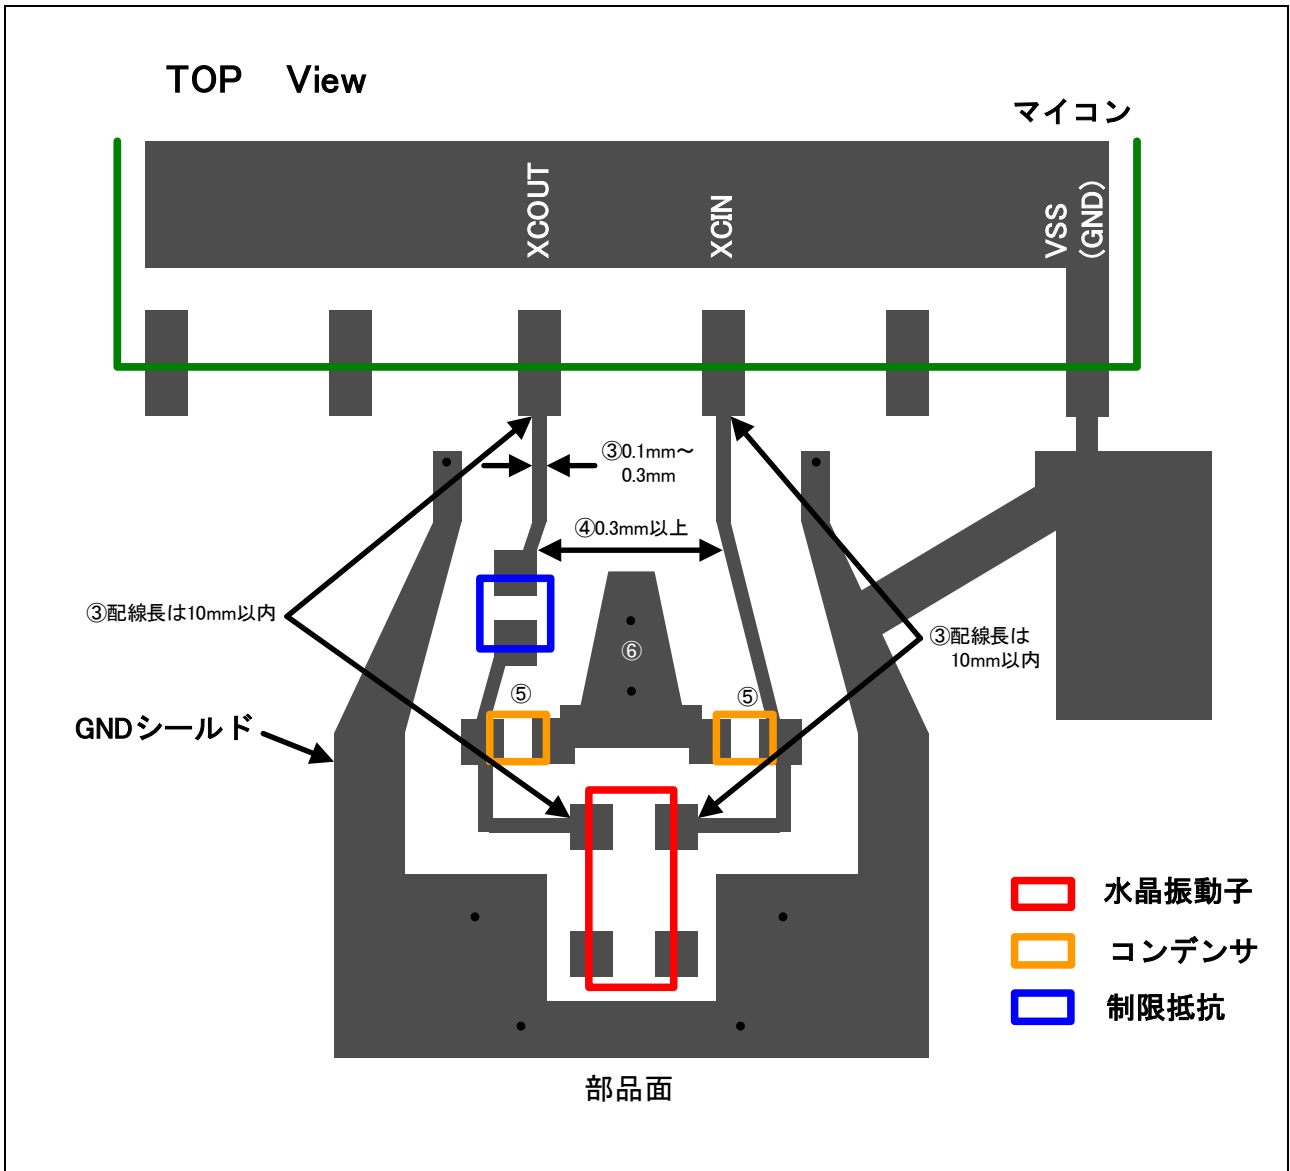
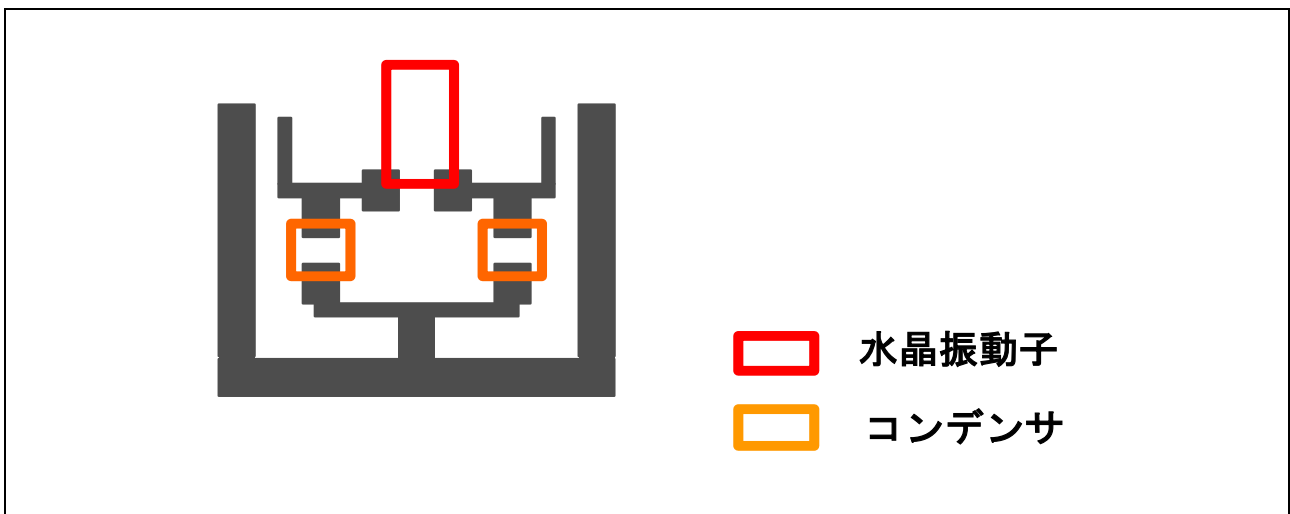

図 3.6 XCIN、XCOU の配線に関するパターン例
図 3.7 ⑤のパターン例 2
①～⑥に XCIN、XCOUT の配線の要点を示します。また、図 3.6 にパターン例を、図 3.7 に⑤のパターン例 2 を示します。
- ① XCIN、XCOUT の配線は、他の信号線と交差させないでください。
- ② XCIN、XCOUT に観測端子を設けないでください。
- ③ XCIN、XCOUT の配線の幅は 0.1～0.3mm とし、マイコンの端子から水晶振動子の端子までの配線長を 10mm 以内にしてください(配線長を 10mm 以内にできない場合は、なるべく 10mm に近づけてください)。
- ④ XCIN 端子に接続した配線と、XCOUT に接続した配線は、可能な限り間(0.3mm 以上)を空けてください。
- ⑤ 外付けコンデンサは、コンデンサとコンデンサを最短距離で接続し、その配線を部品面にある GND パターン(以下、GND シールドとする。詳細については GND シールド関連の要点を参照してください。)に接続してください。図 3.6 のように配置できない場合は、図 3.7 のように配置してください。
- ⑥ XCIN、XCOUT 間の寄生容量を減らすために、振動子とマイコンの間に GND のパターンを設けてください。